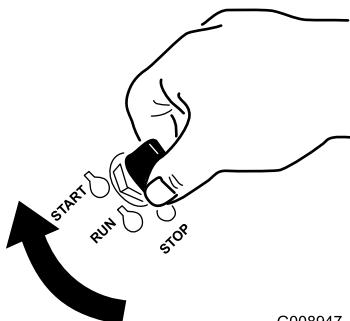

Figura 18
- Rode a chave da ignição para a posição START (Figura 18).